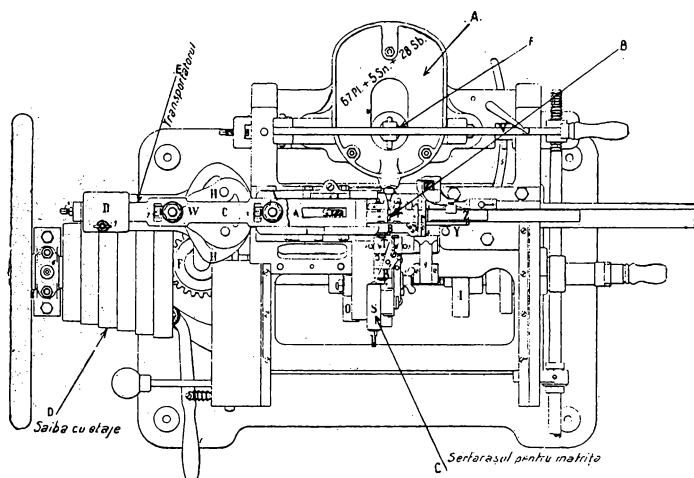

Fig. 24. Mașina de turnat (văzută de sus).
*Părțile constitutive (vezi fig. 24).*
Principiu de funcționare (vezi fig. 24).